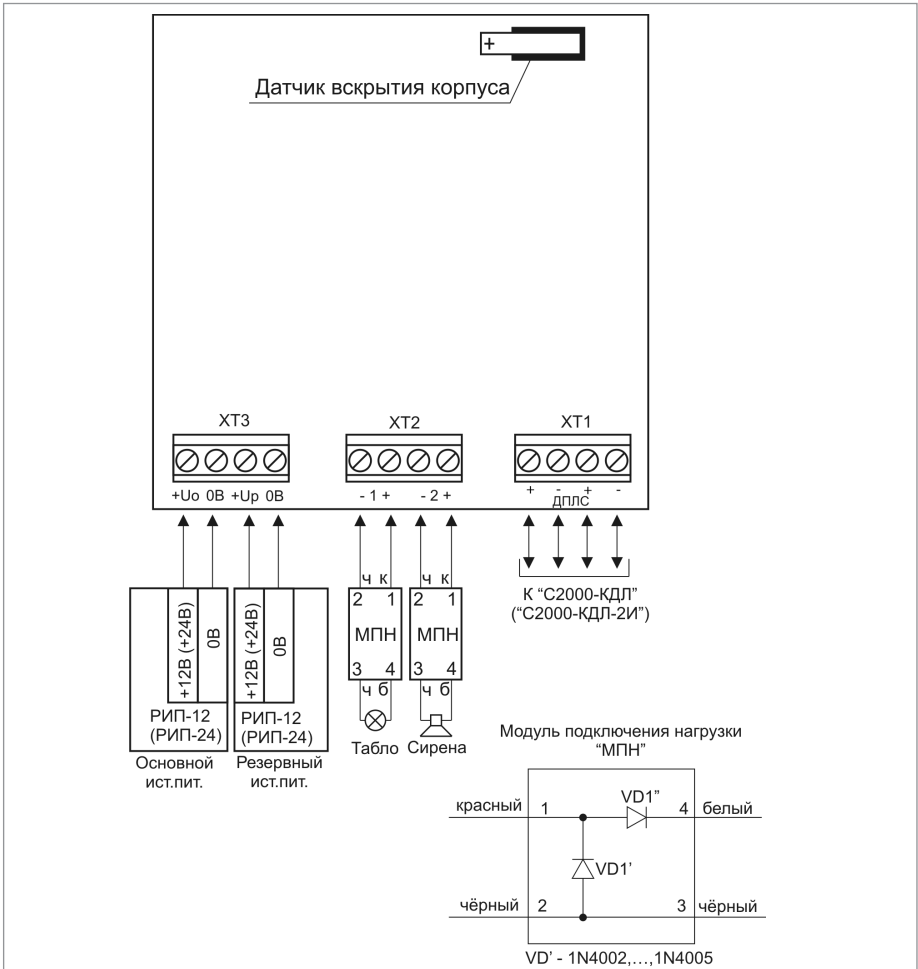

Рисунок 9. Схема внешних соединений блока «С2000-СП2 исп.02»
- 2.2. Подключение соединительных линий производите в соответствии с проектной документацией и схемой на рис. 9.